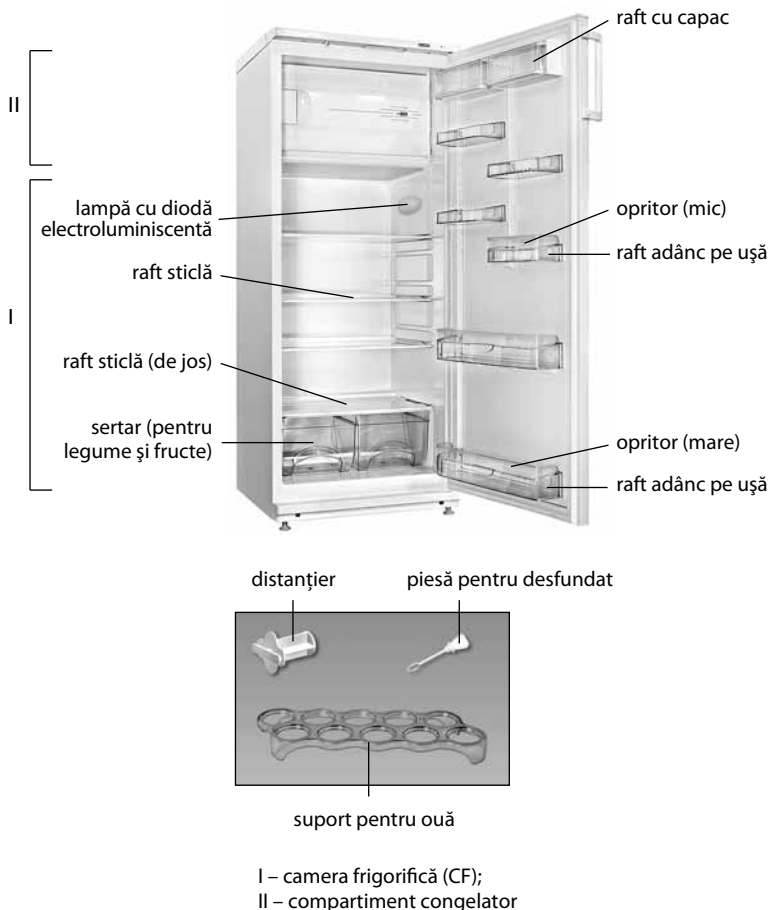

Figura 1 – Frigider și piese componente
**1.1** Frigiderul este destinat pentru răcirea, conservarea pe termen scurt a produselor alimentare proaspete în camera frigorifică; pentru congelarea produselor alimentare proaspete, păstrarea pe termen lung a alimentelor congelate și prepararea gheții alimentare în compartimentul de congelare în conformitate cu figura 1.
**1.3** Pentru iluminarea în frigider este folosită o lampă cu diodă electroluminiscentă, în conformitate în figura 1.